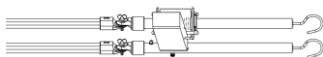

Figura 11 - Detalhe da montagem com vara de manobra
- Conecte o Fase Tester à Vara de manobra, utilizando o adaptador universal de acordo com figura 11;